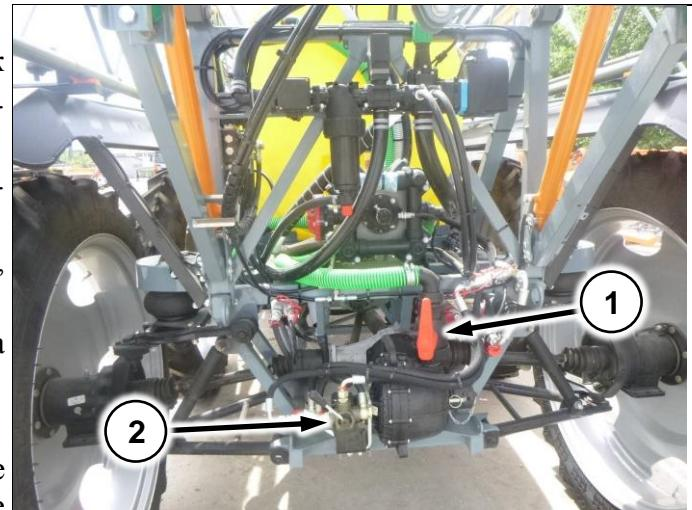

Рис. 164
1. Подсоедините шланг от заправщика к заправочному крану 2" и откройте кран (Рис. 164/1)
2. Переключите гидрораспределитель (Рис. 164/2)
6. Выключите помпу, закройте кран, отсоедините заправочный шланг, переключите гидрораспределитель (Рис. 164/2)